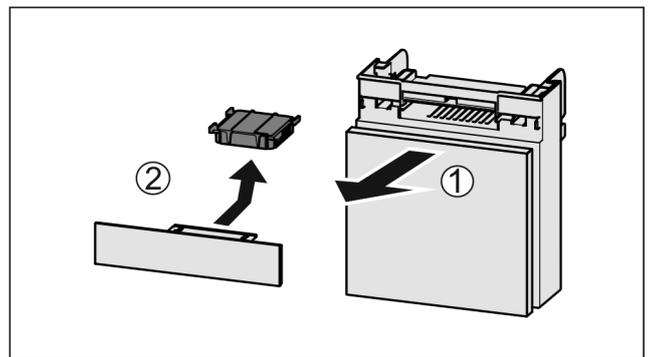

Fig. 126
- ▶ Retire el compartimento hacia delante *Fig. 126 (1)*.
- ▶ Retire el filtro de carbón activo *Fig. 126 (2)*.